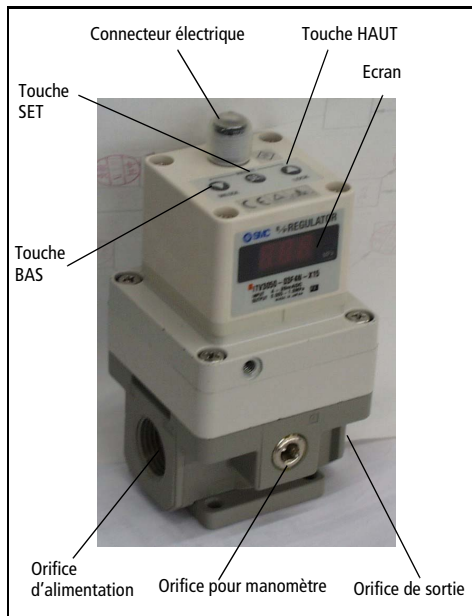

Fig 1
- Pour régler la pression mini (L'écran affiche F-1 Fig 1), utilisez les touches Haut/Bas (Fig 1). Pressez la touche SET (Fig 1) pour valider le réglage.
- Pour régler la pression maxi (L'écran affiche F-2), utilisez les touches Haut/Bas (Fig 1). Pressez la touche SET (Fig 1) pour valider le réglage.
- Pour régler la sortie 1 (L'écran affiche P 1), utilisez les touches Haut/Bas (Fig 1). Pressez la touche SET (Fig 1) pour valider le réglage.
- Pour régler la sortie 2 (L'écran affiche P-2), utilisez les touches Haut/Bas (Fig 1). Pressez la touche SET (Fig 1) pour valider le réglage.
Les touches sont bloquées après avoir connecté la source de courant, et ne peuvent pas être utilisées. L'écran affiche 'Loc' (Fig 1) en pressant les touches.
- 1) Pressez 'Bas' (Fig 1) durant plus de 2 secondes.
- 3) Pressez la touche 'set' (Fig 1) pour débloquent les touches.
Note: Pour annuler, pressez la touche 'Haut' (Fig 1).
- 1) Pressez 'Haut' (Fig 1) durant plus de 2 secondes.
- 3) Pressez la touche 'Set' (Fig 1) pour bloquer les touches.
Note: Pour annuler, pressez la touche 'Bas' (Fig 1).
Si une anomalie est détectée par l'ITV3000, l'écran (Fig 1) affiche 'Er' + un numéro de code. Isoler l'alimentation, résolvez le problème et remettez sous tension.
Pressez les touches Bas et Haut (Fig 1) ensemble durant plus de 3 secondes. L'écran affiche 'RES'. Débloquez les touches pour remettre les pressions mini, maxi et les sorties P1 et P2 aux conditions initiales.
Note: Si l'alimentation excède 30 mA, le capteur l'indique à l'aide de la LED (Fig 1) et il affiche 'Er 5'